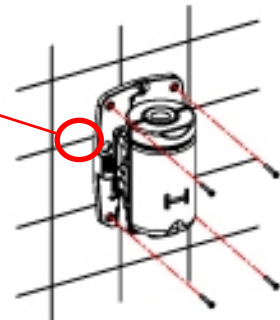

Рисунок 6.
- Крепко прикрутить основание аппарата к стене (Рисунок 6), убедившись в том, что все 4 резинометаллические втулки вставлены правильно между основанием и стеной.